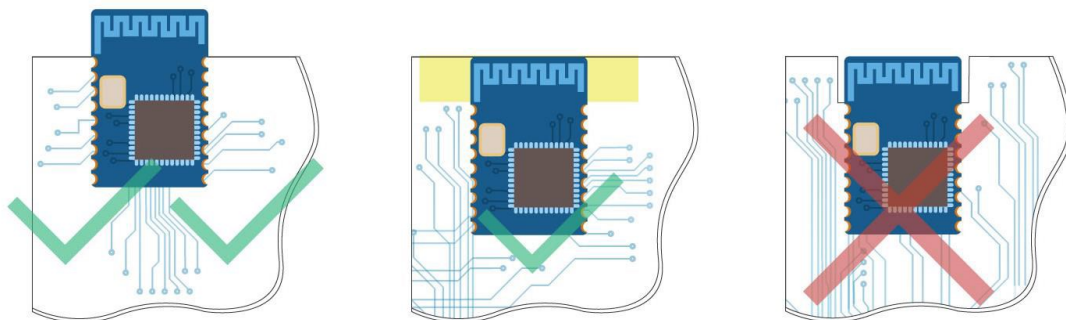
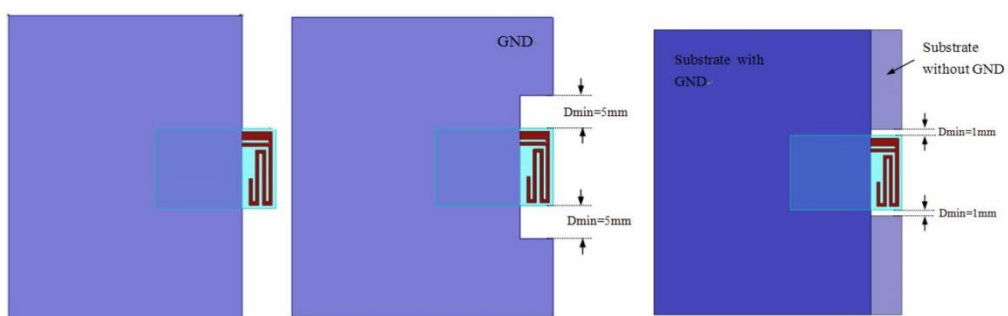

图 8.1 PCB 走线建议
图 8.2 PCB 布局建议
10. 模块天线布局 and 走线请参考图 8.1 和图 8.2 所示。